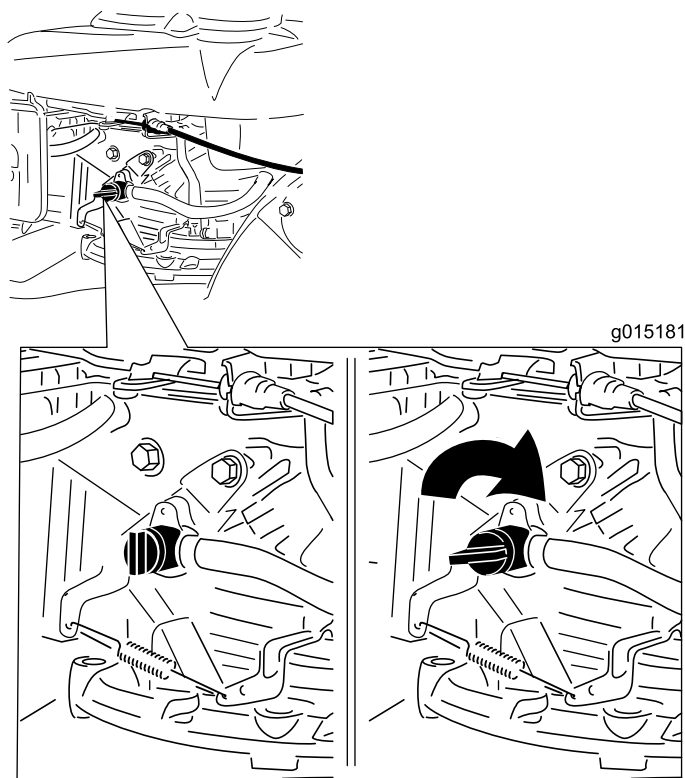

Figura 19
2. Gire la palanca de la válvula de combustible a la posición de Abierto (Figura 19).